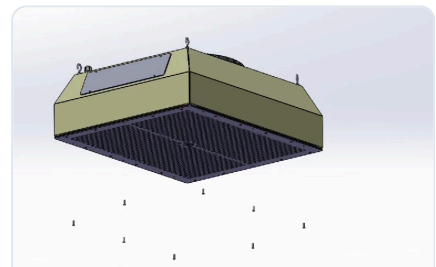

Abb. 7 – Gitter anheben und verschrauben
- 7 Das Ansauggitter mit den Filtern wieder anheben, ausrichten und mit allen Schrauben befestigen (Abb. 7).